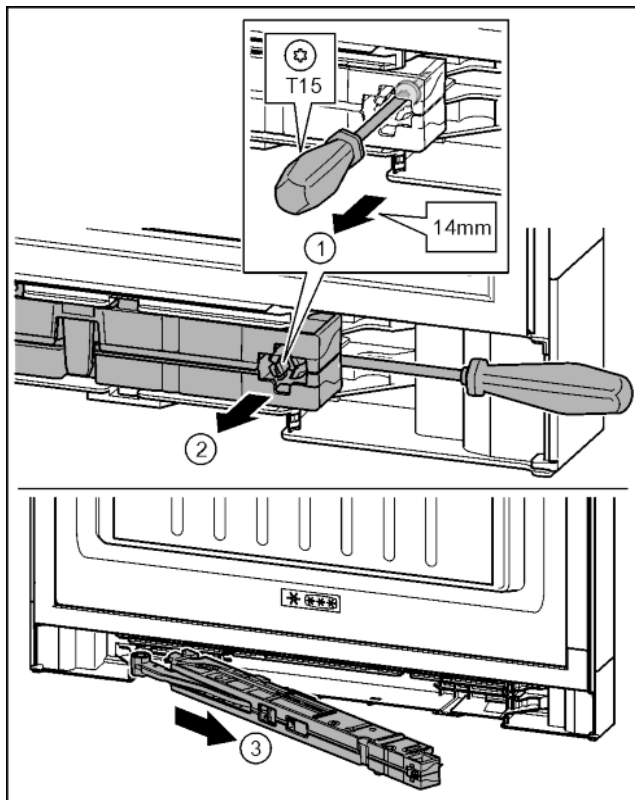

Fig. 19
- ▶ Przy pomocy śrubokręta T15 ok. 5 mm odkręcić śrubę na amortyzatorze zamykania drzwi. Fig. 19 (1)
- ▶ Od strony uchwyty, za amortyzator zamykania drzwi wsunąć śrubokręt. Amortyzator obrócić w przód. Fig. 19 (2)
- ▶ Wyjąć amortyzator. Fig. 19 (3)